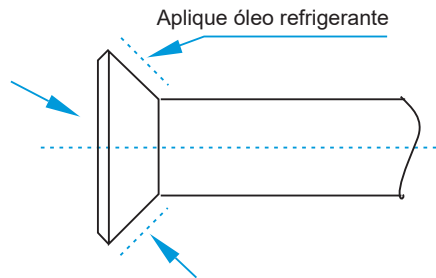

Figura 15
- Antes da tampa do flange ser instalada no flange do tubo, aplique um pouco de óleo refrigerante no flange (dentro e fora) e, em seguida, gire-o três ou quatro vezes antes de apertar a tampa. Consulte a Figura 15.